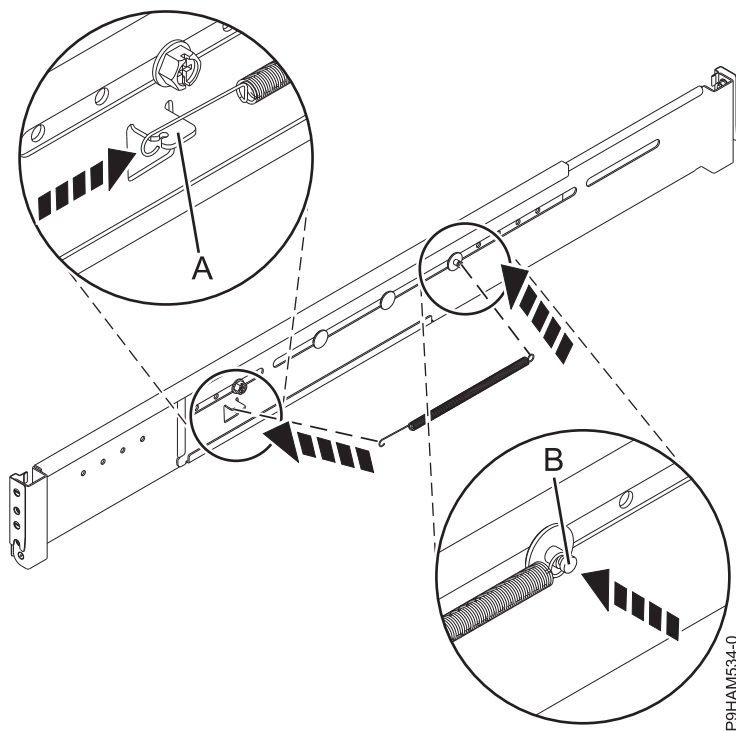

Abbildung 14. Feder an der Schiene installieren
3. Installieren Sie die Feder an der Schiene, indem Sie ein Ende in den Federbügel (A) und das andere Ende in den kreisförmigen Abstandshalter (B) einhaken (wie hier Abb. 14 auf Seite 13 dargestellt).